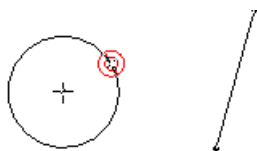

图 4.11.11 进行约束锁定操作
Step4. (本步为可选操作, 读者不妨也练习一下。) 在刚才出现红色的小圆圈  时, 也可以进行约束锁定操作, 即按住 Shift 键, 同时右击, 此时小圆圈  变成 2 个小同心圆圈  (图 4.11.11)。在图形区任意移动鼠标, 会发现同心圆圈  始终在圆 A 上转动, 表明只能在该圆上确定一点, 这就是“锁定约束”的概念。